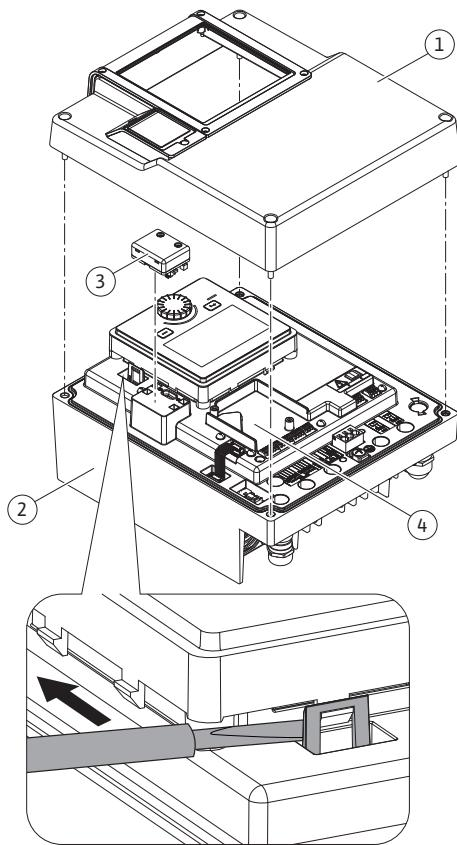
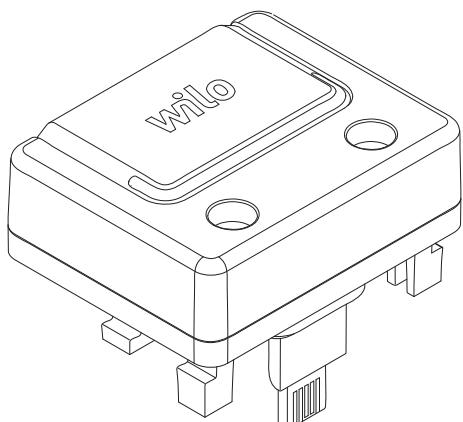

Fig. 25: Elektronski modul
Fig. 26: Wilo-Smart Connect modul BT
1. Pomoću alata (npr. odvijačem) pažljivo otvoriti kukice za zabravljivanje (Fig. 25).
Bluetooth interfejs Wilo-Smart Connect modula BT (Fig. 25, poz. 3 i Fig. 26) se koristi za povezivanje sa mobilnim uređajima kao što su pametni telefoni i tableti. U aplikaciji Wilo-Assistant postoji funkcija Wilo-Smart Connect. Funkcijom Wilo-Smart Connect se može rukovati pumpom, mogu se vršiti podešavanja i očitavati podaci pumpe. Za podešavanja vidi poglavlje „Puštanje u rad“ [► 47].
1. Otpustiti četiri zavrtnja gornjeg dela elektronskog modula (Fig. 25, poz. 1; Fig. I, poz. 2).
3. Wilo-Smart Connect Modul BT utaknuti u predviđeni interfejs Wilo-Connectivity Interface. Vidi Fig. 25, poz. 3.
CIF moduli (dodatačna oprema) služe za komunikaciju između pumpi i sistema upravljanja zgradom. CIF moduli se uključuju u elektronski modul (Fig. 25, poz. 4)